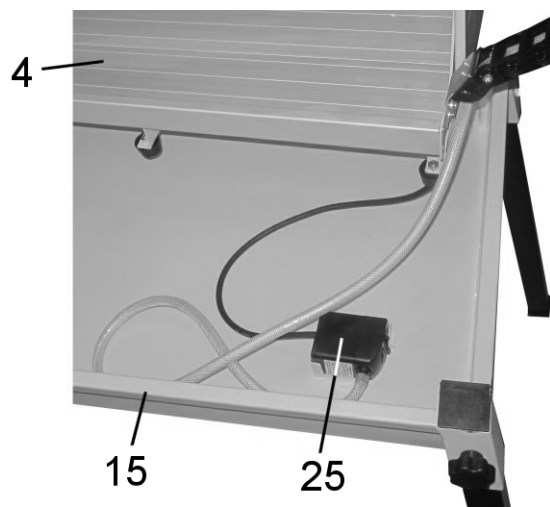

Рис. 8
9.2.2. В посадочное место поддона (15) установите насос (25), Рис.8.
9.2.3. При установке плиткореза в поддон (15) расправьте шланги так, чтобы их не пережать, Рис. 8.